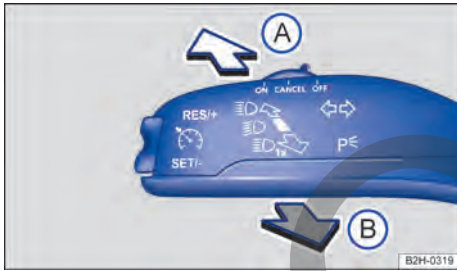

Fig. 72 En el lado izquierdo de la columna de dirección: palanca de las luces de giro y de la luz alta.
2. Partiendo de la posición central, presione la palanca de las luces de giro y de la luz alta hacia delante → Fig. 72.
1. Partiendo de la posición central, tire de la palanca de las luces de giro y de la luz alta hacia atrás → Fig. 72.
1. Partiendo de la posición central, tire de la palanca de las luces de giro y de la luz alta hacia atrás y manténgala en esa posición → Fig. 72.